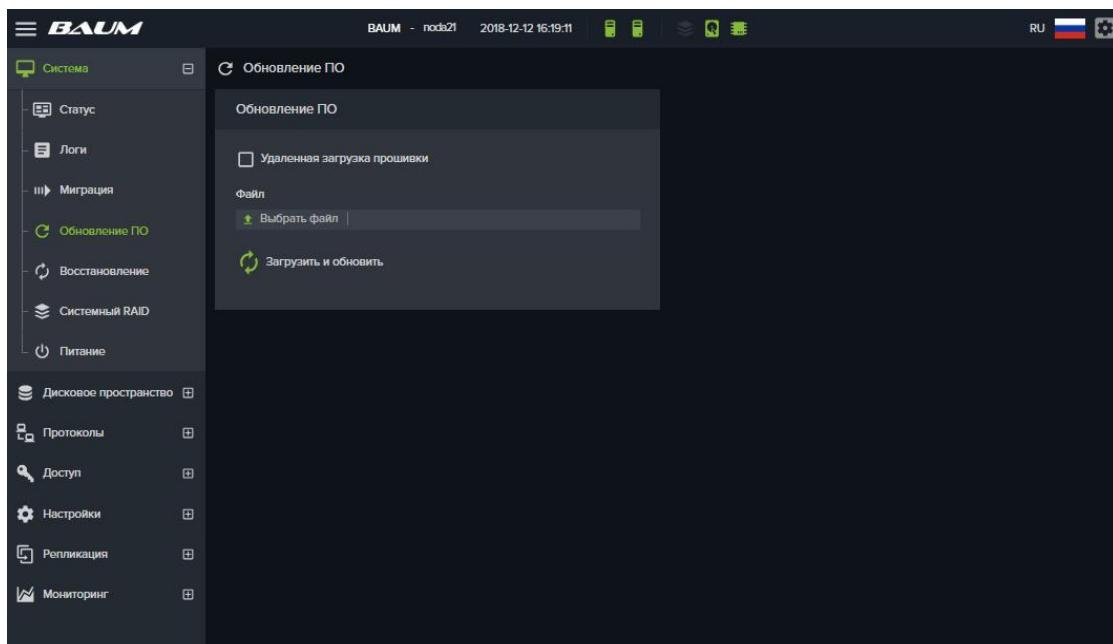

Рисунок 141. Обновление ПО
4. Перейти на вкладку «Система» → «Обновление ПО» (см. Рисунок 141);